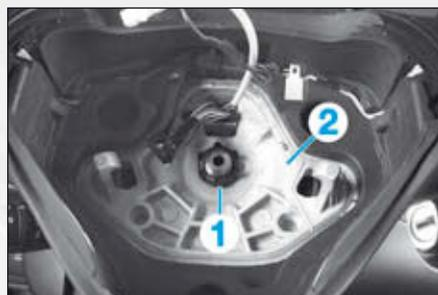

FIG.1
- Déposer le cache sur l'écrou (1) du volant (Fig.1).
- Desserrer l'écrou (1) (douille Ø 24 mm) de quelques filets.
- Débloquer le volant de direction (2).
- l'écrou (1),
- le volant (2).